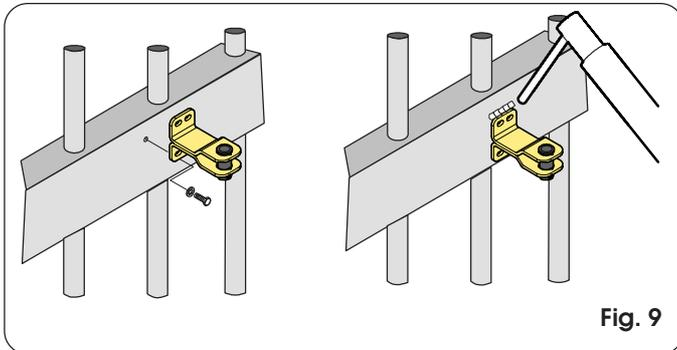

Fig. 9
- Extraire la patte d'attache de l'opérateur pour le fixer au vantail. La patte d'attache peut être directement soudée ou vissée en utilisant des pièces intercalaires filetées (Fig. 9).